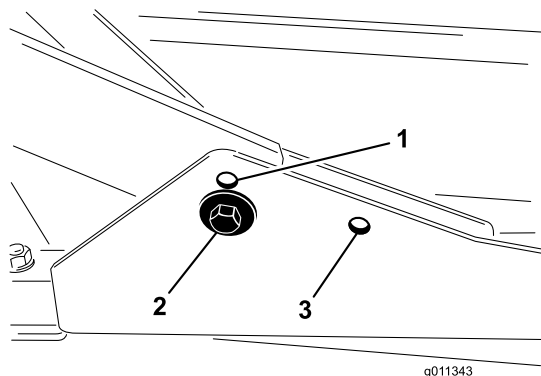

Bild 2
1. Befestigen Sie den vorderen Trägersrahmen für Schnitthöhen im Bereich von 2 cm bis 7,6 cm in den unteren vorderen Befestigungslöchern (Bild 2).
Das Heckmähwerk muss für alle Schnitthöhen in den hinteren Befestigungslöchern befestigt sein (Bild 2).
2. Befestigen Sie den vorderen Trägersrahmen für Schnitthöhen im Bereich von 6,3 cm bis 10 cm in den oberen vorderen Befestigungslöchern (Bild 2).